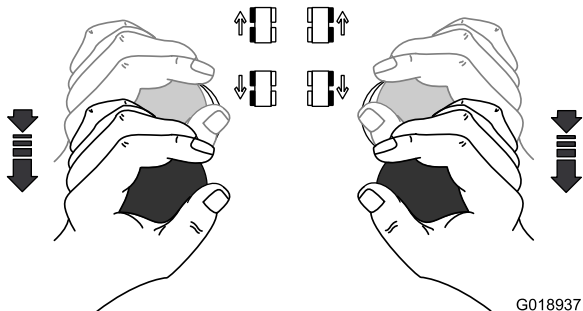

Figura 40
- Para desplazar la máquina **hacia atrás**, sujete las palancas de control de tracción con las manos y tire hacia atrás de ambas palancas. Para detener la máquina, ponga las palancas de control de movimiento en la posición de punto muerto (Figura 40).